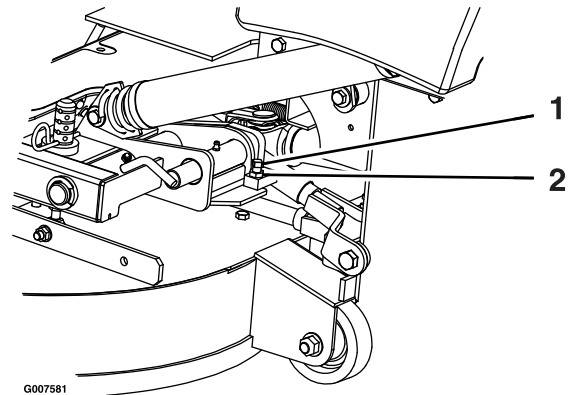

Bild 69
2. Lösen Sie die Klemmmutter und drehen Sie die Anschlagsschraube nach rechts, bis der Arretierbolzen fest ist und nicht mit der Hand gedreht werden kann (**Bild 69**).